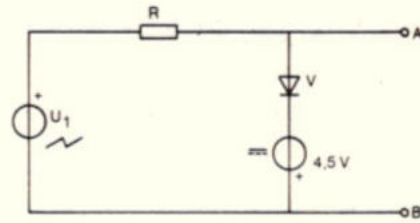
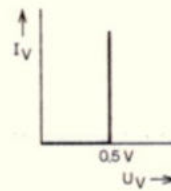
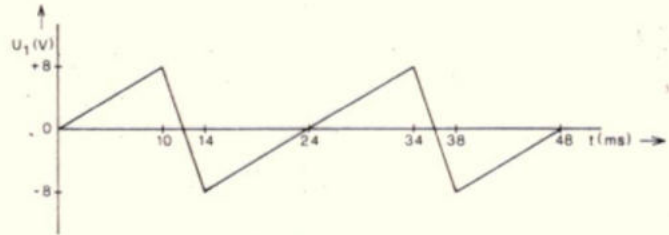

Fig. 17.
Fig. 18.
Fig. 19.
6. In fig. 17 is een begrenzerschakeling getekend. De karakteristiek van diode V is gegeven in fig. 18. Het verloop van de spanning U_1 is gegeven in fig. 19.